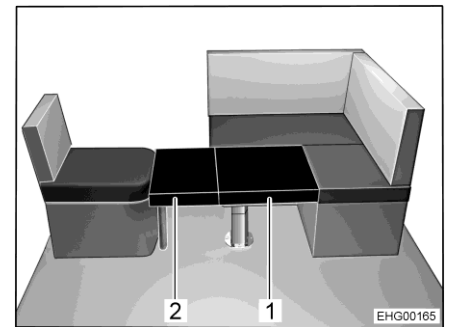

Fig. 126 Après la transformation
- Accrocher l'équerre de support (Fig. 127,2) de la planche supplémentaire au siège individuel et poser le coussin supplémentaire (Fig. 126,2) sur le plateau de table.
- Poser le second coussin supplémentaire (Fig. 126,1) sur le plateau de table.